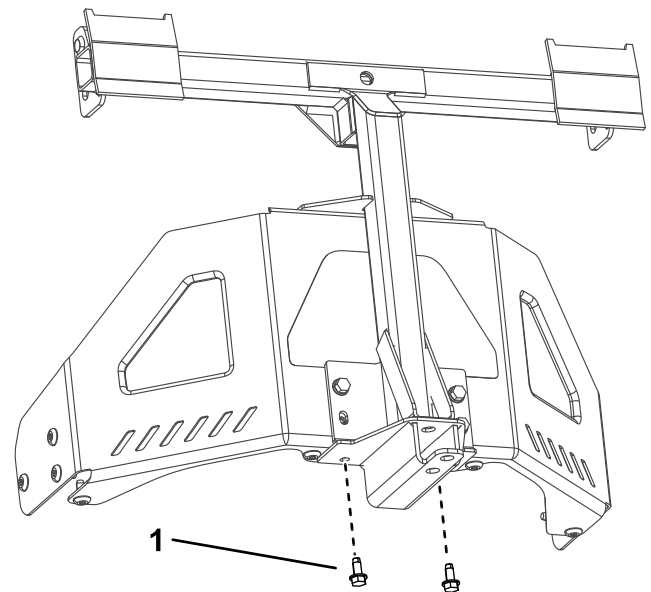

Figura 9
3. Prenda a estrutura da articulação à parte inferior da máquina utilizando dois parafusos autorroscantes (5/16 pol. x 3/4 pol.) como se mostra na Figura 9.